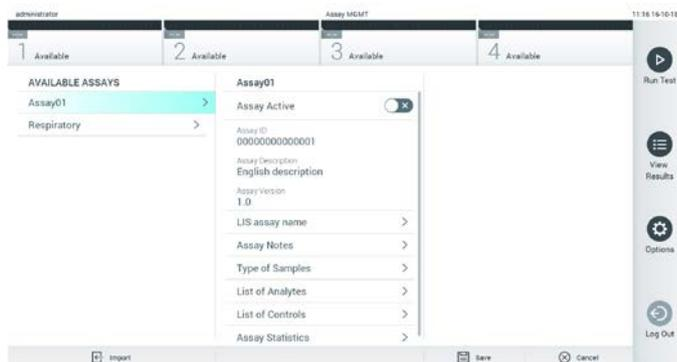

Figura 59. Schermata Assay Management (Gestione esame).
2. Per importare i nuovi esami nel QIAstat-Dx Analyzer 1.0, premere il pulsante Options (Opzioni) e quindi il pulsante Assay Management (Gestione esame). Nell'area dei contenuti del display, viene visualizzata la schermata Assay Management (Gestione esame) (Figura 59).